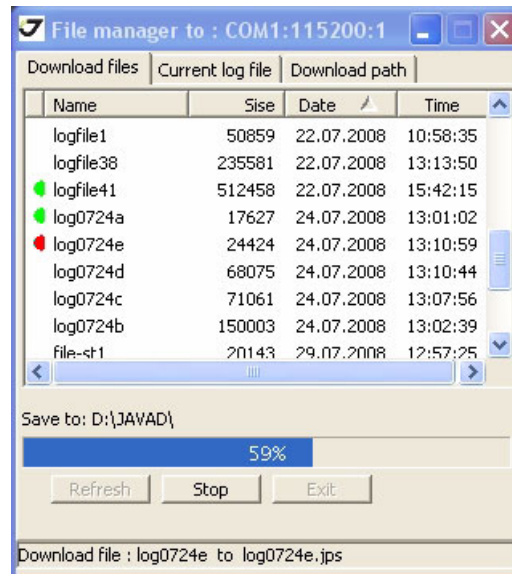

Рисунок 5-4. Download Files – Статус
7. Нажмите кнопку *Download*. Во время процесса выгрузки индикатор состояния будет отображать для каждого файла следующее (Рисунок 5-4 на стр. 60):